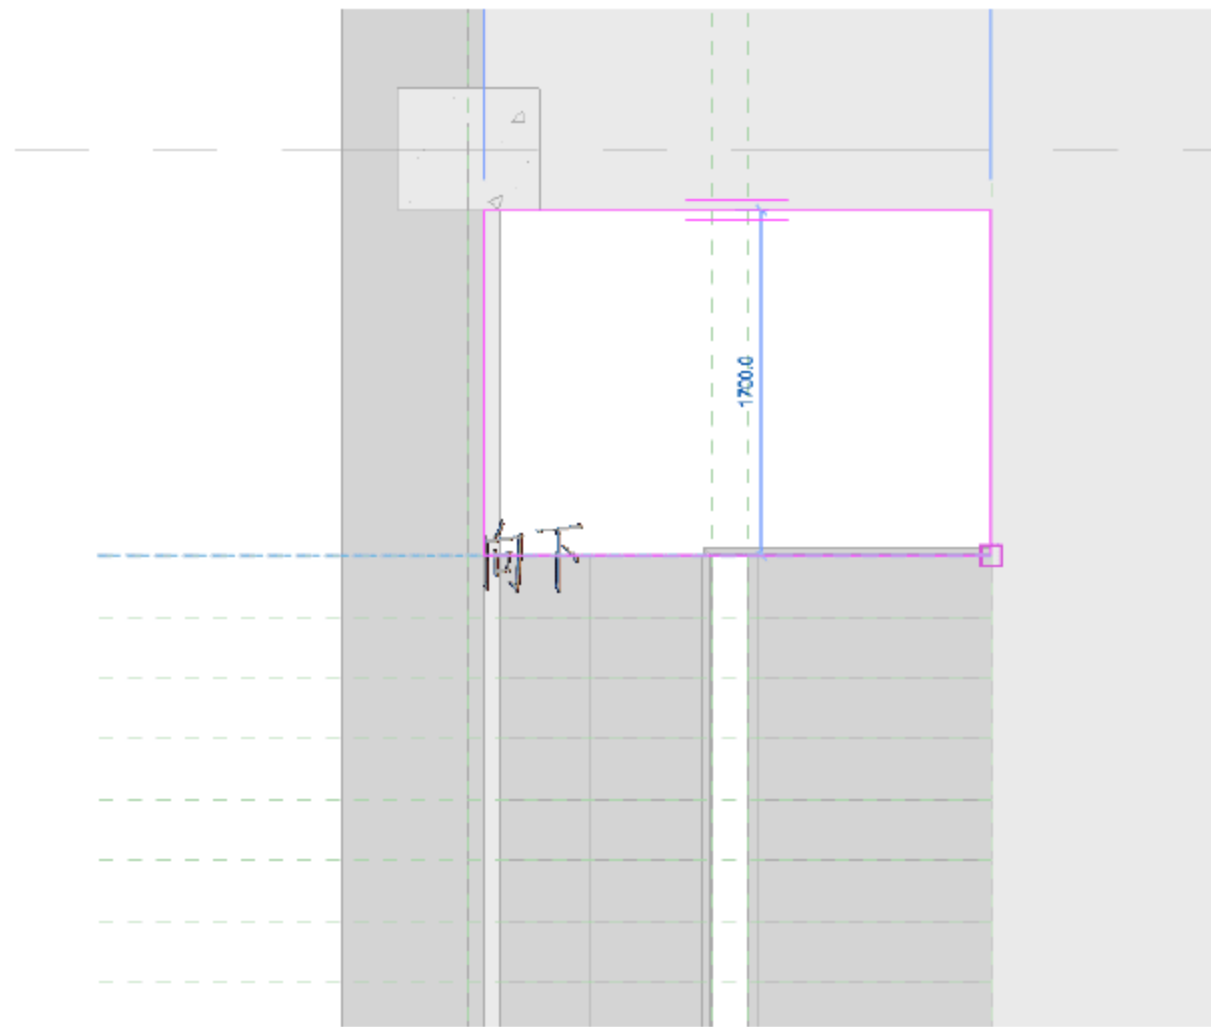
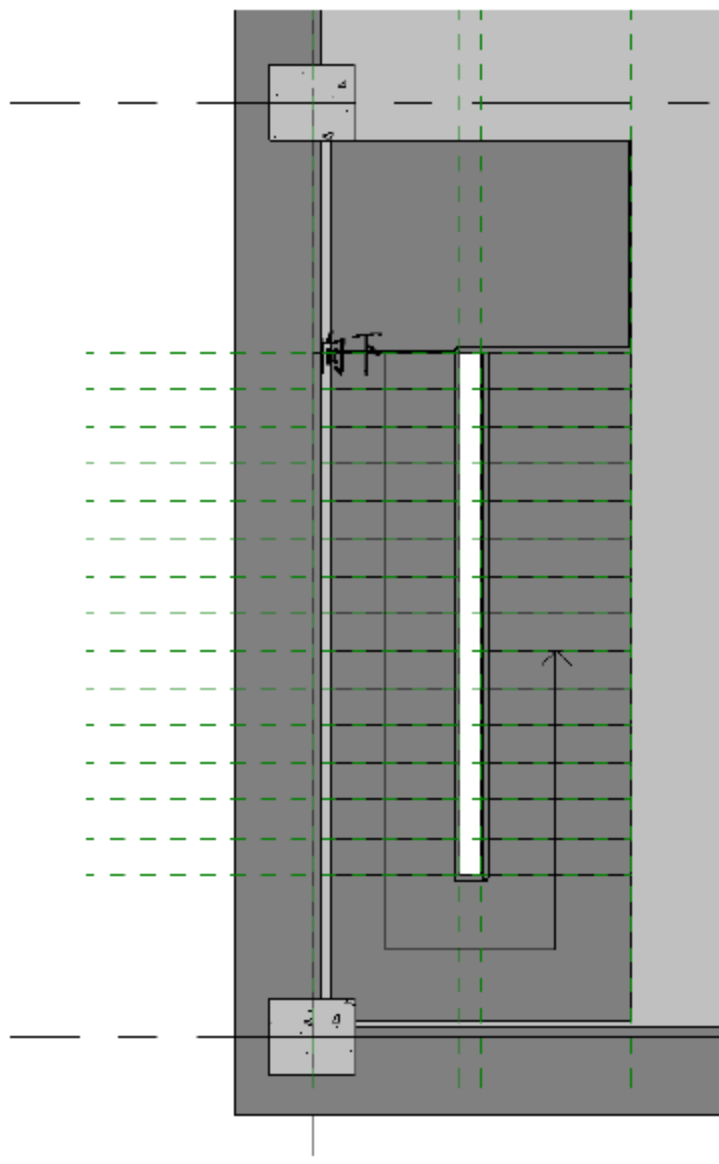

图 11.2.30 绘制楼梯板
图 11.2.31 楼梯板绘制完成
(20) 绘制楼梯板。在“修改|创建楼层边界”选项栏中选择“边界线”→“矩形”命令，使用矩形方式绘制梯板，如图 11.2.30 所示。绘制完成后的效果如图 11.2.31 所示。